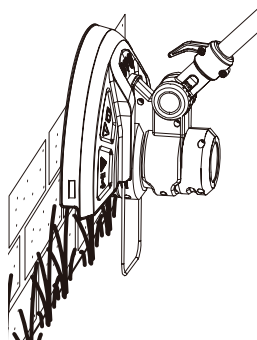

Fig. 18
1. Asegúrese de que el protector de la cuchilla (11d) está retirado y el protector de plantas (13) está listo para su funcionamiento.
2. Ajuste el ángulo del asa principal (1) a 90° o 180° para bordear (Fig. 18).